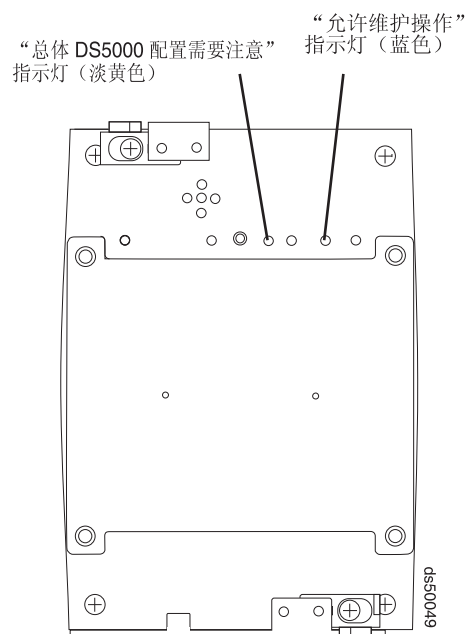

图 132. 互连电池单元的“需要注意”指示灯和“允许维护操作”指示灯
4. “允许维护操作”状态指示灯是否点亮？（第 200 页的图 132 显示了互连电池单元上“允许维护操作”状态指示灯的位置。）